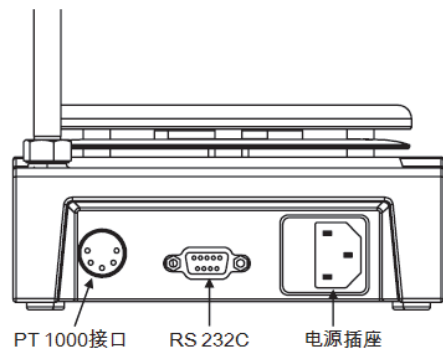

图 7
- 实验室仪器与自动控制系统之间的连接线采用指定的 EIA 标准 RS 232C 通信线，对应的 DIN 66020 Part 1 接口，参考图 7 所示连接线和接口的分配。